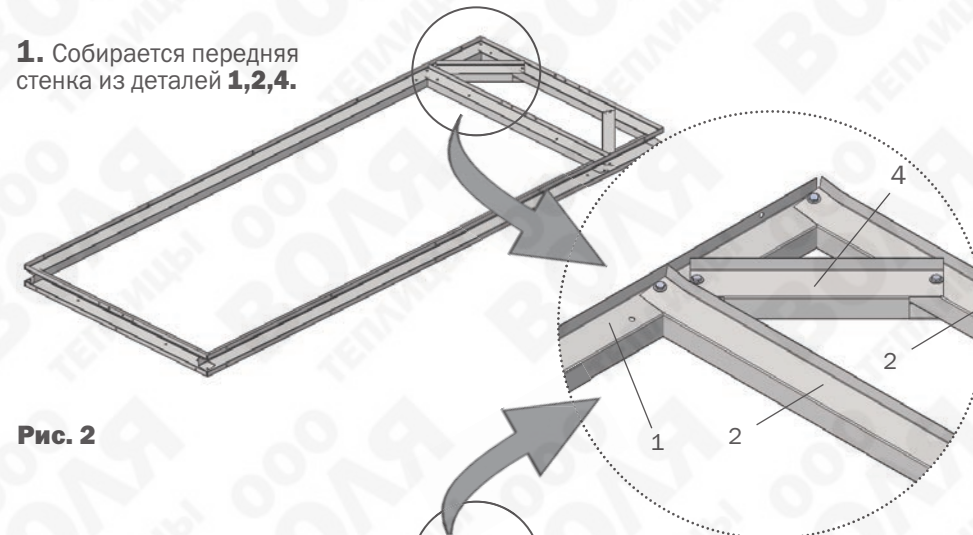

Рис. 2
2. Выполняйте сборку в соответствии с фотографиями этапов сборки и узлов, представленными на **рис. 2 - 8**. Для соединения деталей используются болты М6х14, гайки и шайба М6.